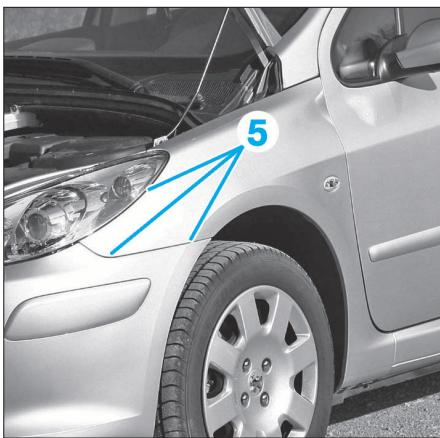

FIG. 14
- Déclipper l'aile avant en (5) (faire attention de ne pas casser les fixations) (Fig.14).